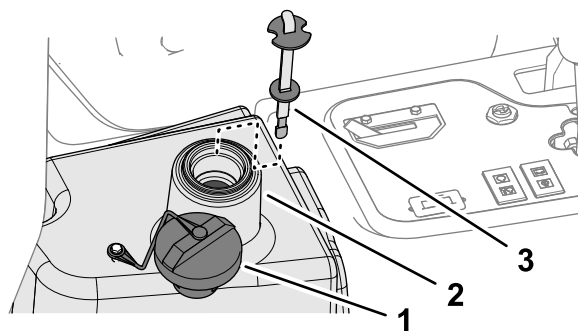

図 93
2. 油圧オイルタンクの注油口周辺をきれいに拭き、キャップ 図 93 を外す。